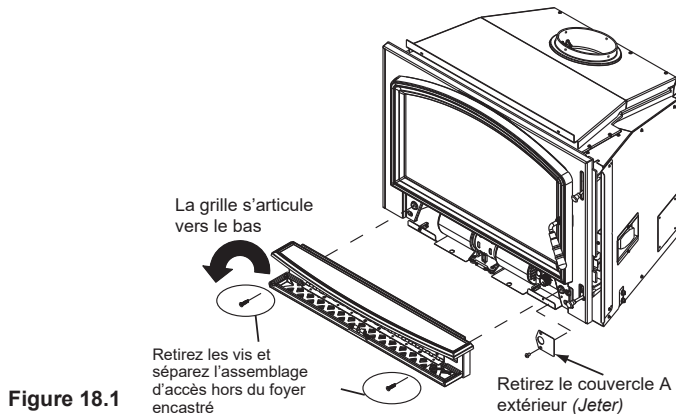

Figure 18.1
1. Tournez la grille vers le bas pour exposer les deux vis. Figure 18.1.